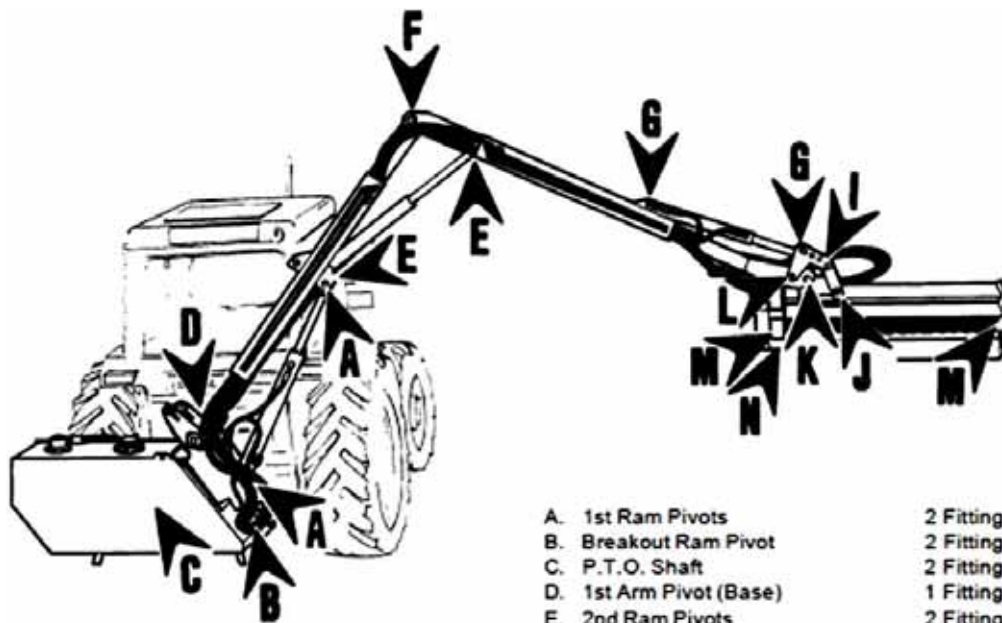

FIGURE 5-1
- **Lubrifiez** : Tous les points de lubrification comme indiqué sur la Figure 5-1. Positionnez la machine sur une surface plane et arrêtez la prise de force et le tracteur. Lubrifiez ces pièces toutes les 8 heures de fonctionnement.